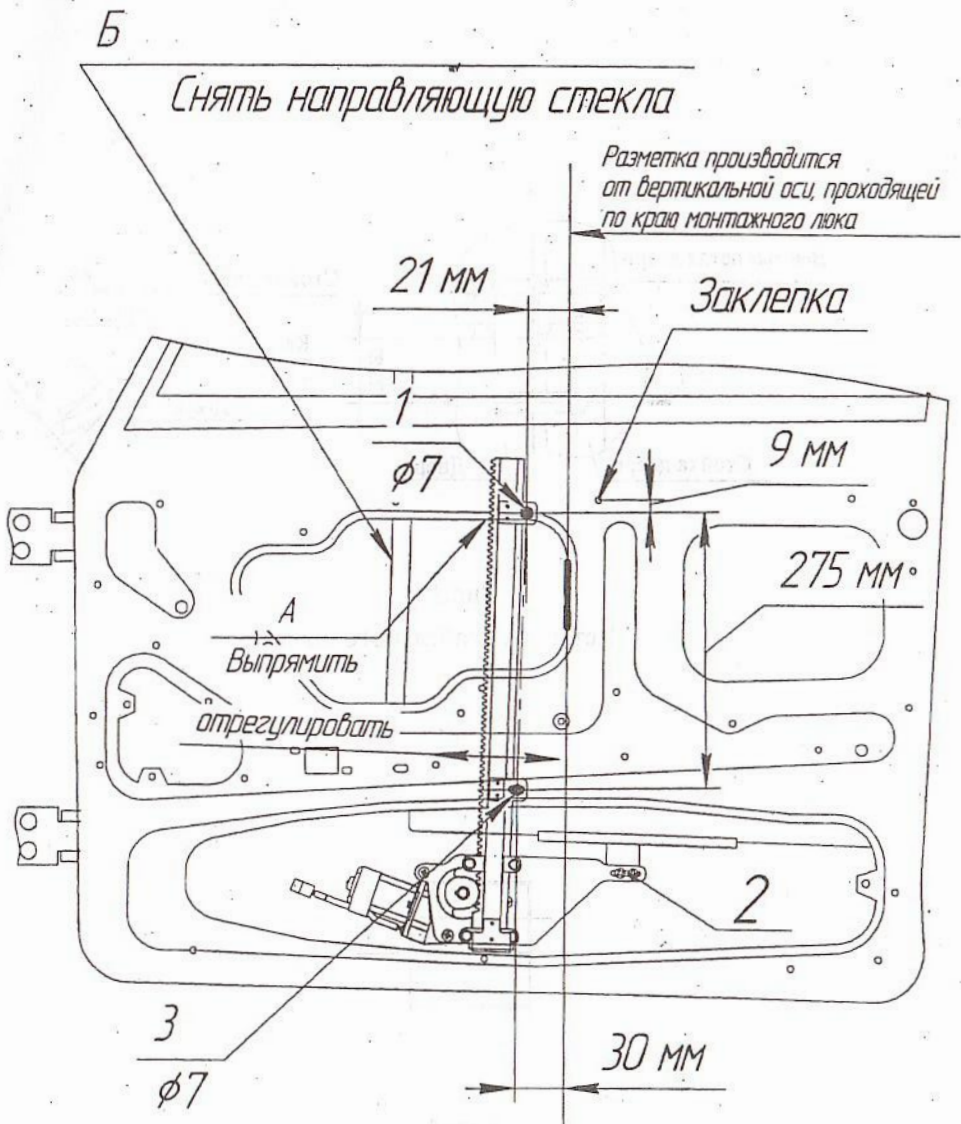

Рис.2
- 6.10 Разметить и просверлить 2 отверстия (1; 3) в соответствии с рис. 2 диаметром 7мм.
- 6.12 Установить ЭСП в дверь в соответствии с рис. 2. Наживить винтами М6 и гайкой со стопорными шайбами из комплекта поставки.